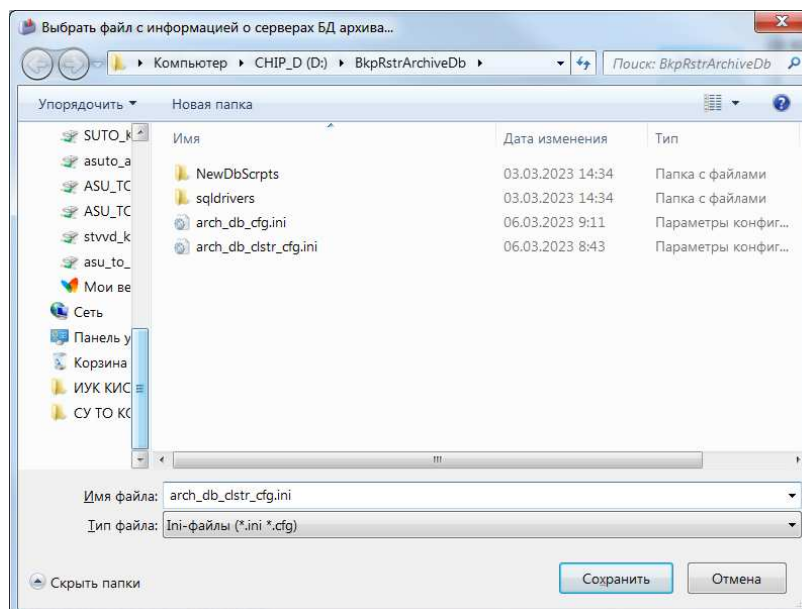

Рисунок 3.21.5 – Окно «Выбрать файл с информацией о серверах архива»
- имя файла с настройками программы и списком зарегистрированных баз данных архива. Для изменения имени файла необходимо нажать на кнопку «Выбрать» и в открывшемся окне «Выбрать файл с информацией о серверах архива» (рис. 3.21.5) выбрать файл и нажать кнопку «Сохранить»;